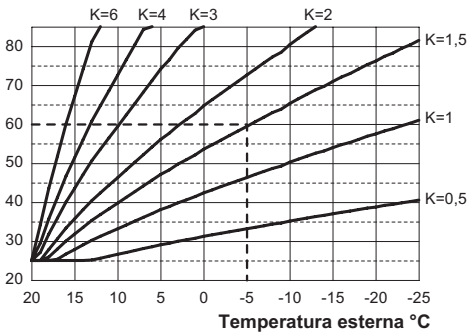
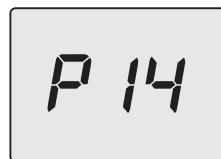

Figura 5.31
Figura 5.37
(opzionale) riferirsi alla Figura 5.31.
Quando si installa la sonda esterna bisogna impostare questo parametro in base al rendimento dell'impianto di riscaldamento per ottimizzare la temperatura di mandata (Figura 5.31).
Es. Per avere una temperatura di mandata all'impianto di riscaldamento di 60°C con una esterna di -5°C si deve settare un K di 1,5 (linea tratteggiata in Figura 5.31).
- Utilizzando i tasti 13 o 15 è possibile modificare il valore del parametro 14 da un minimo di **00** ad un massimo di **60** in base alla curva scelta del coefficiente K in Figura 5.31 (il valore letto sul display, in Figura 5.37, corrisponde a **K = 1,5**).